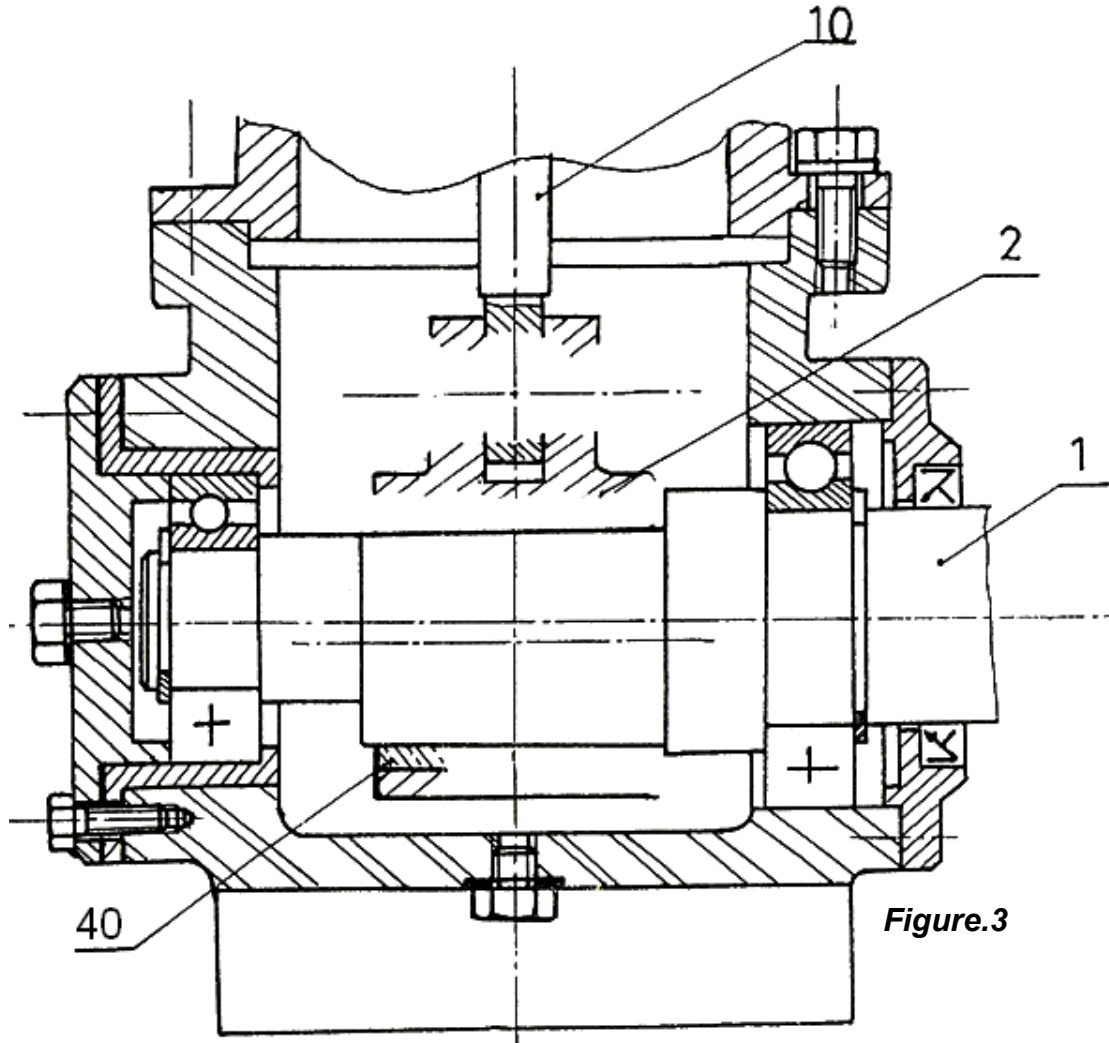

Figure.3
3.5- Si cette pompe fournit un débit Qvp = 11 litre/min, sous une pression de 60.105 Pa. **Calculer** la puissance disponible de la pompe ? (Figure.3) ( /2 pts)
On désire modifier la solution technologique du système de transformation de mouvement de cette pompe par une autre solution. Compléter sur la **Figure.3** :